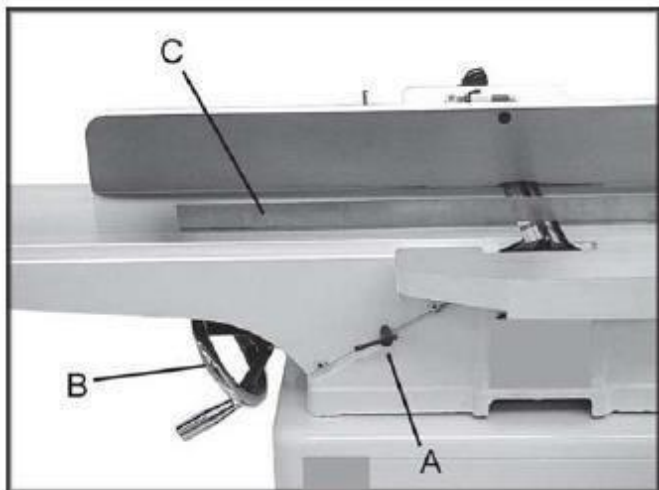

Рис. 15
1. Поставить поверочную линейку (**Рис. 15 C**) на отводящий стол через режущий вал.
3. Ослабить винт фиксации стола (**Рис. 15 A**) и поднять отводящий стол на высоту первого ножа вращением маховичка (**Рис. 15 B**). При вращении маховичка против часовой стрелки стол будет подниматься, по часовой стрелке – опускаться. Поставить поверочную линейку на стол и режущий вал (**Рис. 15 C**).